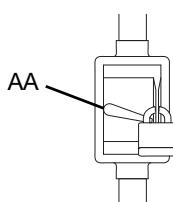

図 11: 切断装置
**注:** 配線前に、切断装置(AA)が遮断およびロックアウトされていることを確認してください。図 11 を参照してください。